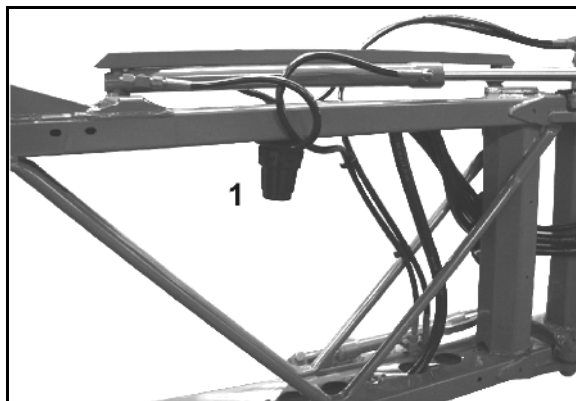

图 204
- 根据使用情况每隔 3 - 4 个月清洗一次管路过滤器（图 204/1）。